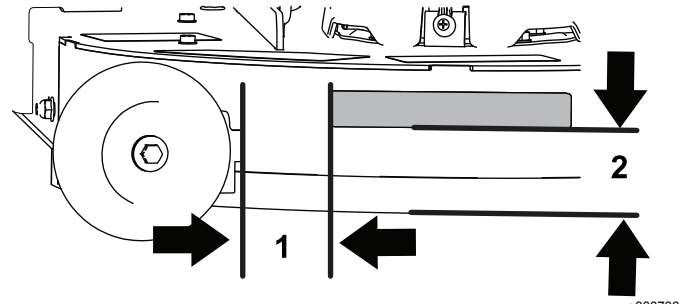

Figura 4
1. Instale la pegatina en la carcasa de corte en la posición indicada en la Figura 4.